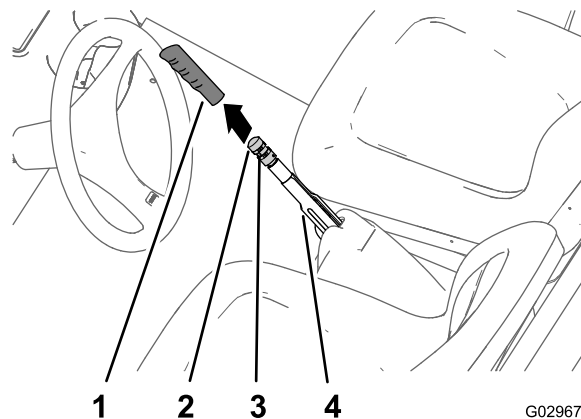

Figura 65
1. Retire la empuñadura de la palanca del freno de estacionamiento (Figura 65).
2. Afloje el tornillo de fijación que sujeta el pomo de ajuste del freno a la palanca del freno de estacionamiento (Figura 65).
- Gire el pomo de ajuste del freno hasta que se requiera una fuerza de 133-156 N para accionar la palanca de freno de estacionamiento (Figura 65).
- Apriete el tornillo de fijación e instale la empuñadura (Figura 65).
- Retire la empuñadura de la palanca del freno de estacionamiento (Figura 65).
- Afloje el tornillo de fijación (Figura 65) que sujeta el pomo de ajuste del freno a la palanca del freno de estacionamiento y afloje el pomo de ajuste del freno.
- Gire el pomo de ajuste del freno (Figura 65) hasta que se requiera una fuerza de 133-156 N para accionar la palanca de freno de estacionamiento.